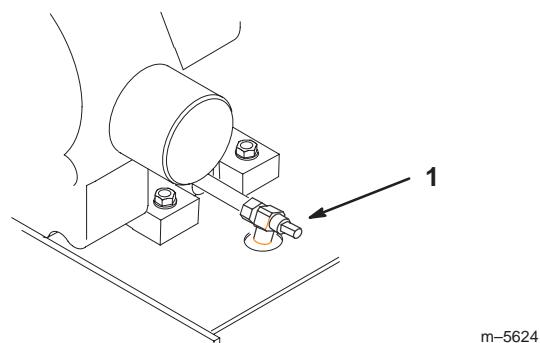

**Figure 37**
3. Nettoyez la surface autour de la jauge d'huile (Fig. 37) pour éviter que des impuretés ne s'introduisent dans le goulot de remplissage, ce qui risquerait d'endommager le moteur.
4. Sortez la jauge d'huile et essuyez soigneusement l'extrémité métallique (Fig. 37).
5. Enfoncez la jauge complètement dans le goulot de remplissage. Sortez de nouveau la jauge et examinez l'extrémité métallique (Fig. 37). Si le niveau est bas, versez lentement une quantité d'huile suffisante dans le goulot de remplissage pour amener le niveau au repère du plein (F).
**Important** Ne remplissez pas excessivement le carter sous peine d'endommager le moteur. Ne faites pas tourner le moteur si le niveau d'huile est en dessous du repère minimum (L), au risque d'endommager le moteur.
- 5.** Versez lentement environ 80 % de la quantité d'huile spécifiée dans le goulot de remplissage (Fig. 37) (voir Changement de l'huile moteur et du filtre, page 34).